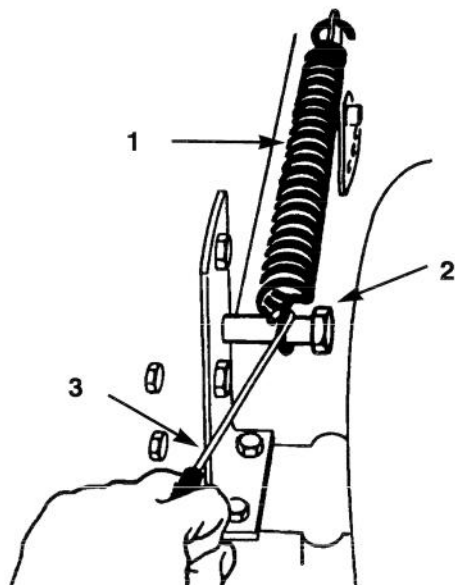

Figure 38
3. Déposer le ressort compensateur de hauteur de coupe du boulon de retenue (Fig. 38,, à l'aide de l'outil pour ressort fourni avec la machine. Le ressort se trouve entre la châssis et la roue arrière droite.
12. Placer le levier de hauteur de coupe (relevage des unités de coupe) dans le cran "D". Accrocher le ressort d'assistance de relevage sur le boulon de retenue pour le ranger (Fig. 38).